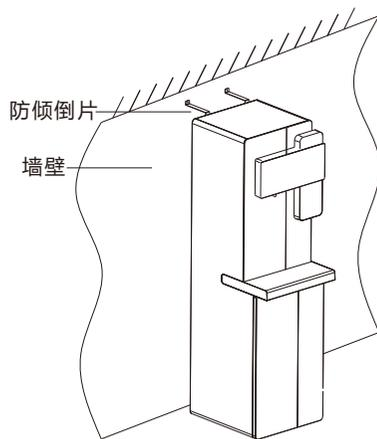

图3
- 2、用冲击钻在墙上钻两个 $\phi 6$ 的孔，然后打上附件膨胀胶塞，用螺钉穿过防倾倒片将整机固定到墙壁；(见图3)